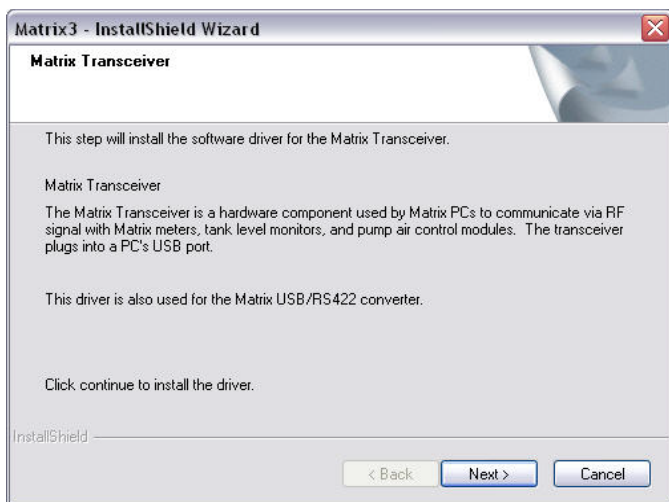

FIG. 20
13. El sistema configura la base de datos de Matrix. Cuando aparece la pantalla Transceptor de Matrix que se representa en la FIG. 20, seleccione SIGUIENTE para iniciar la instalación del controlador del transceptor.